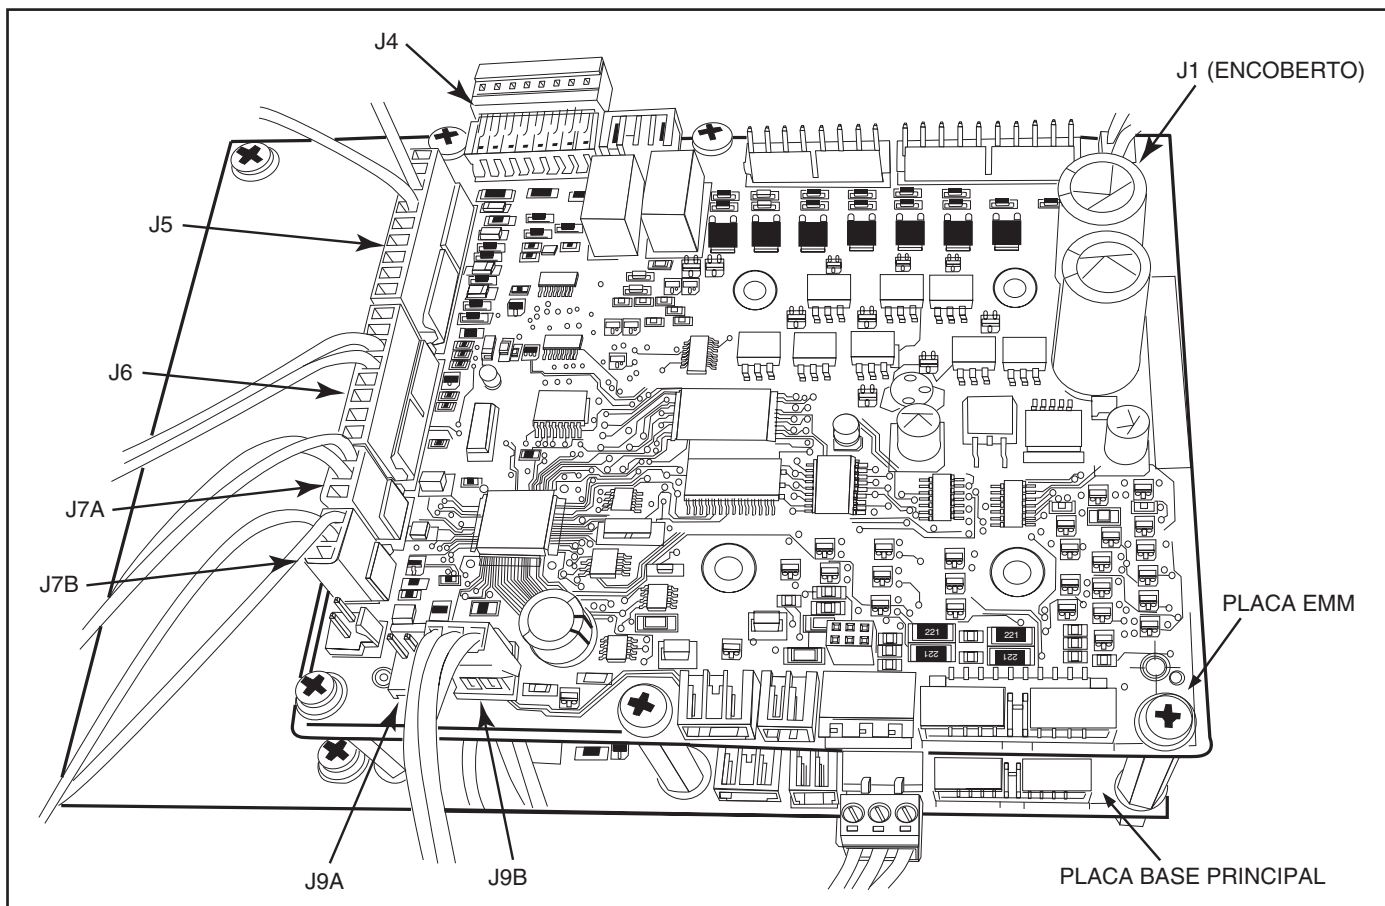

Figura 35 - EMM Montado Sobre o Quadro Base Principal
1. Remova os 4 parafusos superiores da placa principal (AI).
3. Posicione a placa EMM e parafuse com os 4 parafusos retirados da placa principal (AI).
4. Conecte a fiação conforme o diagrama da figura 35.